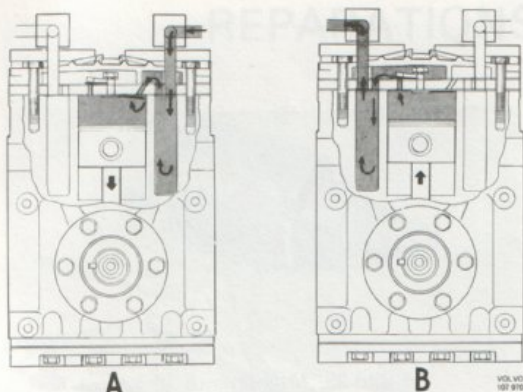

Bild 20. Kompressor, funktion
kolvring vardera. Vevstakarna (14) är också av aluminium och lagrade direkt mot vevaxeln. Kolvtappen (16) är lagrad direkt i vevstaken, och låst i kolven med en låspinne (15). Ventilplattan (3) är tillverkad av stål och har borrarade kanaler för insugs- och utblåsventilerna, vilka är av bladtyp och skruvats fast på ventilplattan. Serviceventilerna (1) har anslutningar, försedda med backventiler, som används vid fyllning av köldmedium i anläggningen. På ventilerna finns även anslutningar för förångar- och kompressor-slangarna. Köldmediegasens väg genom ventilerna vid sug- resp. tryckverkan visas i bild 20.